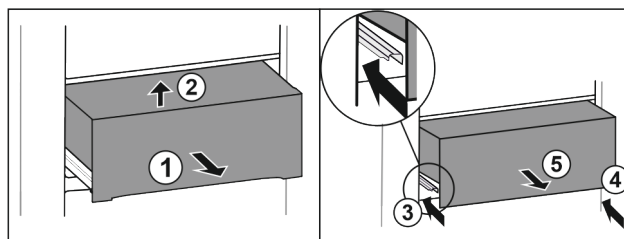

Fig. 31
- ▶ Vytiahnite zásuvku do polovice Fig. 31 (1).
- ▶ Nadvihnite ju dopredu Fig. 31 (2).
- ▶ Zasuňte ľavú koľajničku Fig. 31 (3).
- ▶ Zasuňte pravú koľajničku Fig. 31 (4).
- ▶ Odoberte zásuvku dopredu Fig. 31 (5).